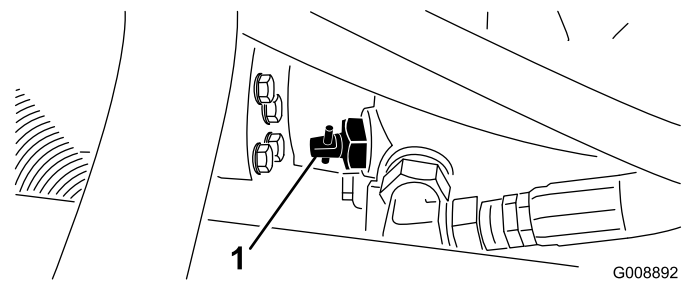

Figure 28
1. Trouvez la vanne de dérivation sur la pompe (Figure 28) et tournez-la de 90°.